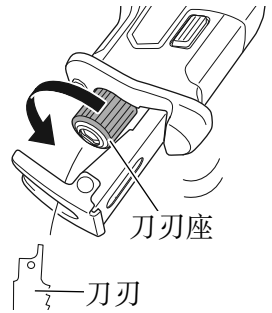

图 13
- (1) 转动刀刃座后，将刀刃朝下。刀刃会自行脱落。如果刀刃未掉下来，用手将刀刃拔出。（图 13）